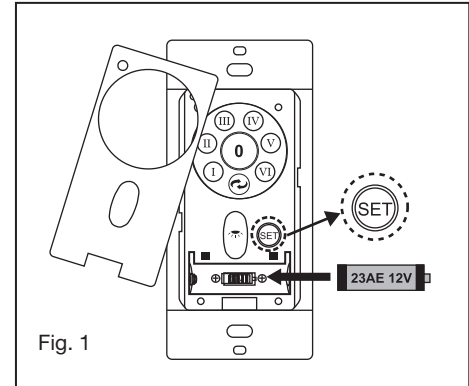

Fig. 1
- 1 Retirez la balle de la tige de suspension en desserrant la vis de réglage sur le côté de la balle. Faites glisser la balle vers le bas et retirez la goupille; retirez la balle. (Fig. 1)
- 1 Insérez le récepteur dans le haut du boîtier du ventilateur. (Fig. 1) Pour de meilleures performances, assurez-vous que l'antenne noire, à l'extrémité du récepteur, reste déployée et ne s'emmêle avec aucun des fils électriques.
1 Retirez l'une des trois vis du moyeu de montage situé sur le moteur du ventilateur. (Fig. 1)
2 Tout en tenant l'ensemble LED sous votre ventilateur, effectuez les connexions des fiches polarisées: (Fig.1)
3 Rentrez soigneusement les connexions dans l'ensemble LED, placez l'ensemble LED sur le moyeu de montage avec les 3 vis fournies. (Fig. 1)
4 Soulevez le couvercle de la lumière contre le bloc LED et tournez-le dans le sens des aiguilles d'une montre jusqu'à ce qu'il soit bien ajusté, NE PAS TROP SERRER. (Fig. 1)
- 1 Retirez la plaque murale existante et l'ancien interrupteur du boîtier de prise murale. (Fig. 1)
- 5 Bouton de réglage du code "SET": Suivez les étapes ci-dessous pour utiliser le bouton de réglage. (Fig. 1)